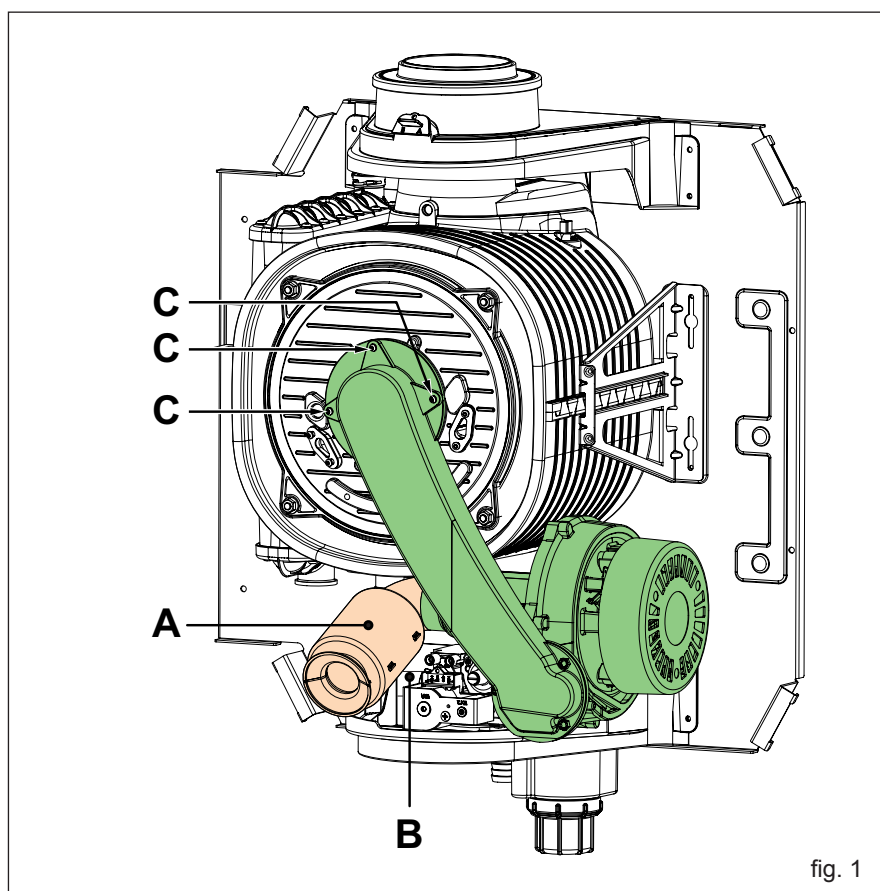

fig. 1
- smontare il silenziatore A (fig. 1)